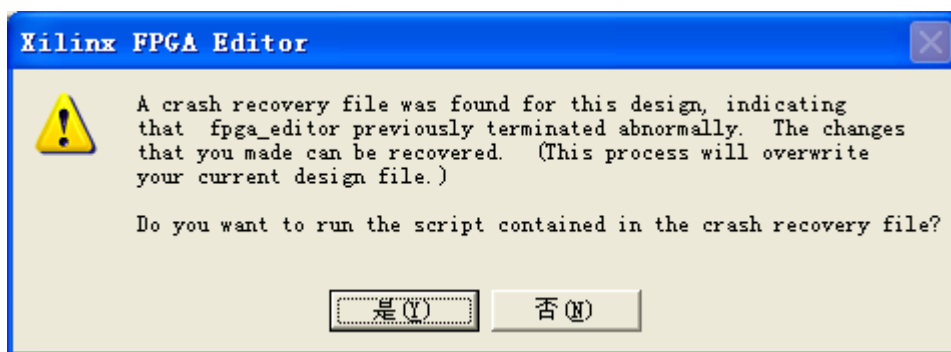

图 10-2-5 警告信息
4、 有时候，这一步会有警告信息出现，警告信息如图 10-2-5 所示，我们点击是 (Y)；